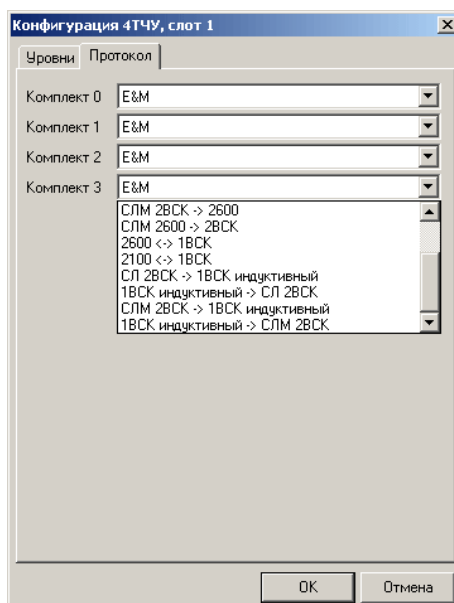

Рисунок 5
- выбрать вкладку «*Протокол*» (рис. 5);